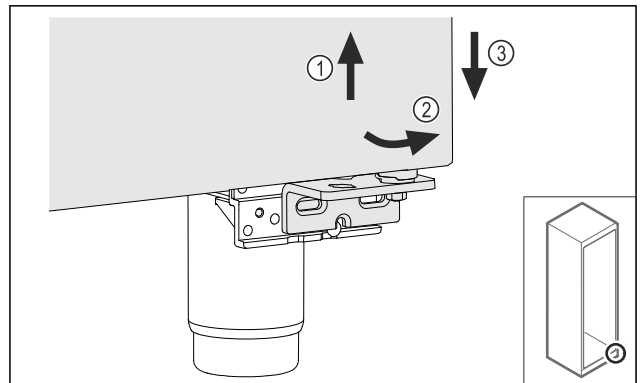

Fig. 26
- ▶ Duris šiek tiek kilstelėkite Fig. 26 (1), apačioje paverskite į priekį Fig. 26 (2) ir nuleiskite Fig. 26 (3).